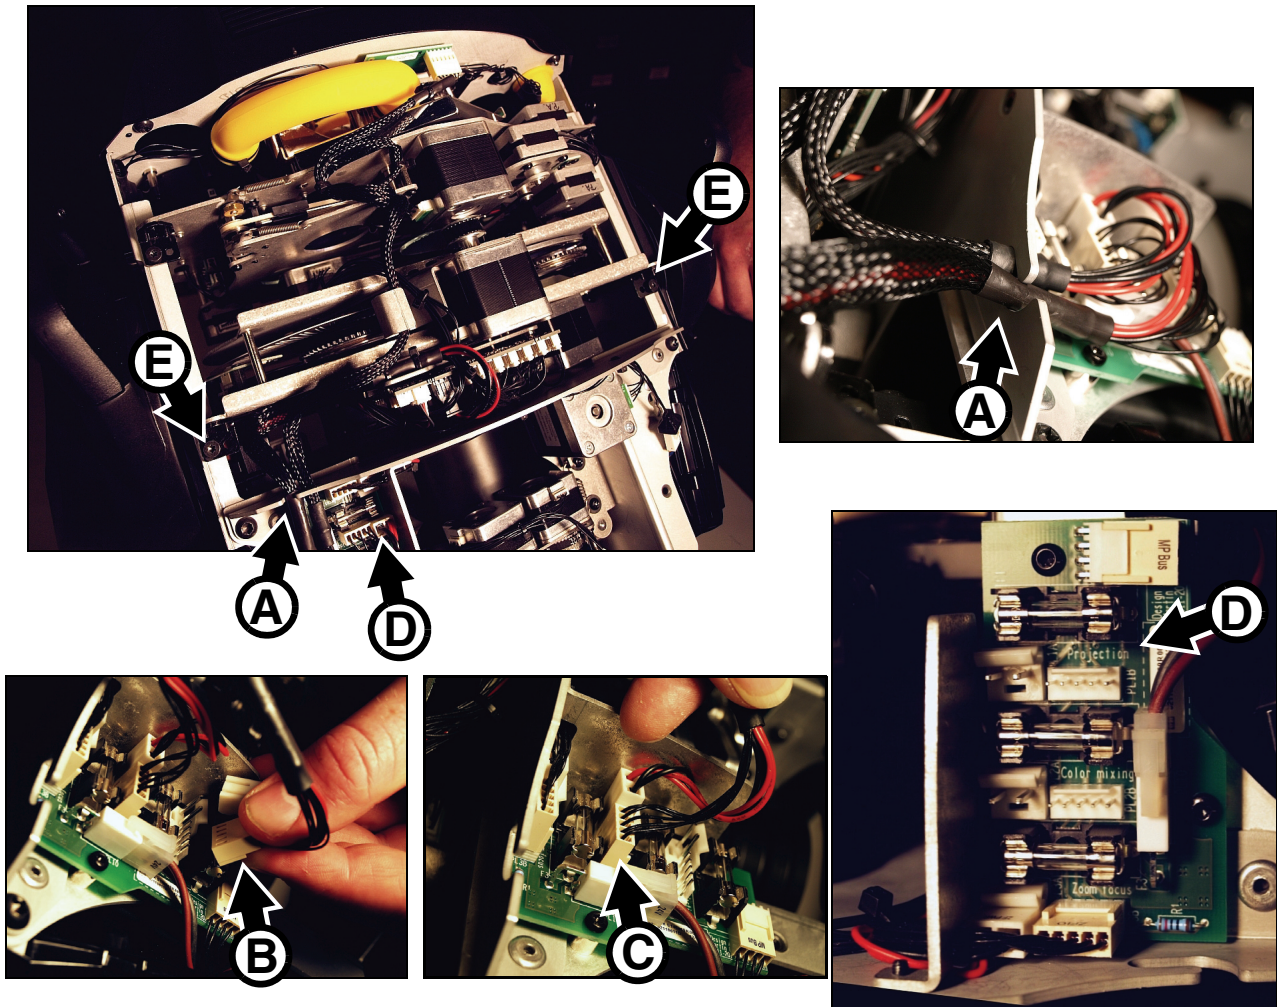

Bild 24: Lösen der Verbinder des Projektionsmoduls
3. Siehe Bild 24. Lösen Sie den Kabelbaum für das Projektions- und Farbmischmodul aus dem Halter **A** des Zoom/Fokus-Moduls und lösen Sie die beiden Verbinder des Projektionsmoduls **B** und beide Verbinders des Farbmischmoduls **C** von der Platine **D**. Die Bezeichnungen der Verbinder sind auf der Platine aufgedruckt.